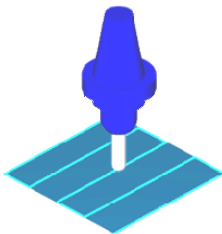

图 2-295 直接
- **【直接】**: 刀具以最短距离运动至下一行刀轨, 如图 2-295 所示。